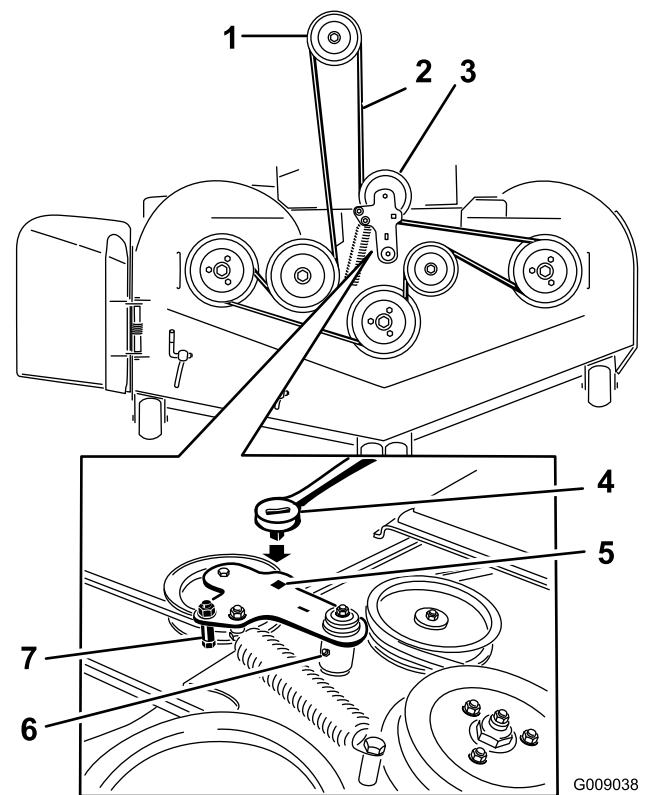

Figure 104
5. Soulevez le bac de plancher et insérez un rochet dans le trou carré de la poulie de tension du tablier (Figure 104).
6. Tournez la poulie de tension dans le sens horaire et déposez la courroie du tablier (Figure 104).